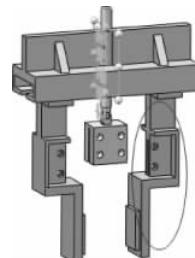

图 3-105 插入零件并添加配合
(5) 继续插入零件【夹具】，并进行同样的配合约束，使之与前一个夹具相对支座的右视基准面对称，如图 3-105 所示。